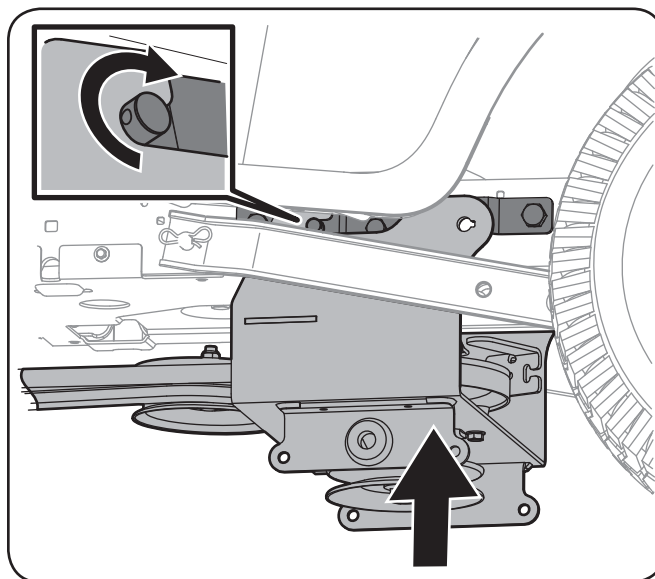

Figure 3-8
5. Soulevez doucement le sous-châssis, puis placez les crochets à l'arrière du sous-châssis sur les goupilles des supports du sous-châssis. Voir Figure 3-8.